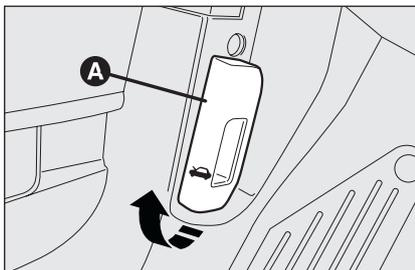

fig. 96
- tirare la leva **A-fig. 96** nel senso indicato dalla freccia;